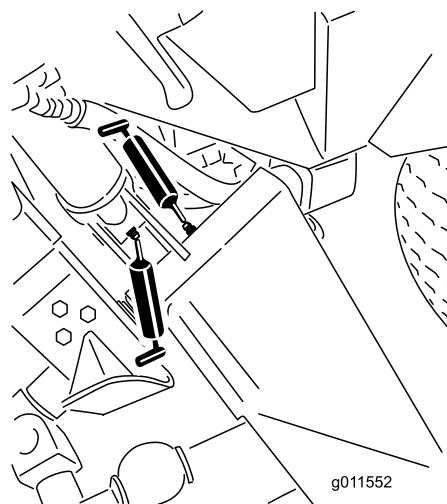
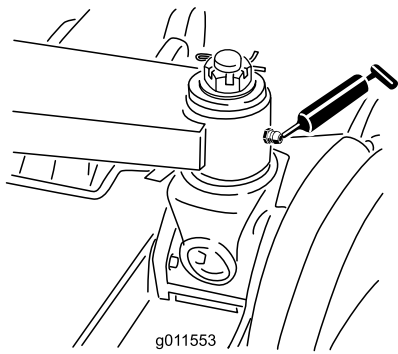

Figura 50
Figura 51
- 6 boccole del braccio di sollevamento principale (Figura 50 e Figura 51)